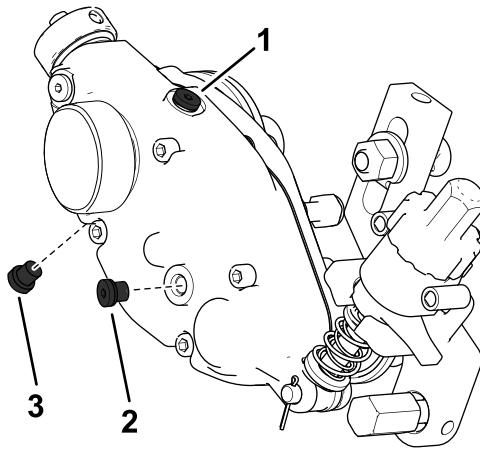

Рисунок 22
- Снимите пробку сливного отверстия в нижней части корпуса (Рисунок 22).
3. Снимите заливную пробку в боковой части корпуса и ослабьте пробку выпуска воздуха сверху, чтобы обеспечить проход воздуха (Рисунок 22).
7. Установите пробку сливного отверстия (Рисунок 22).